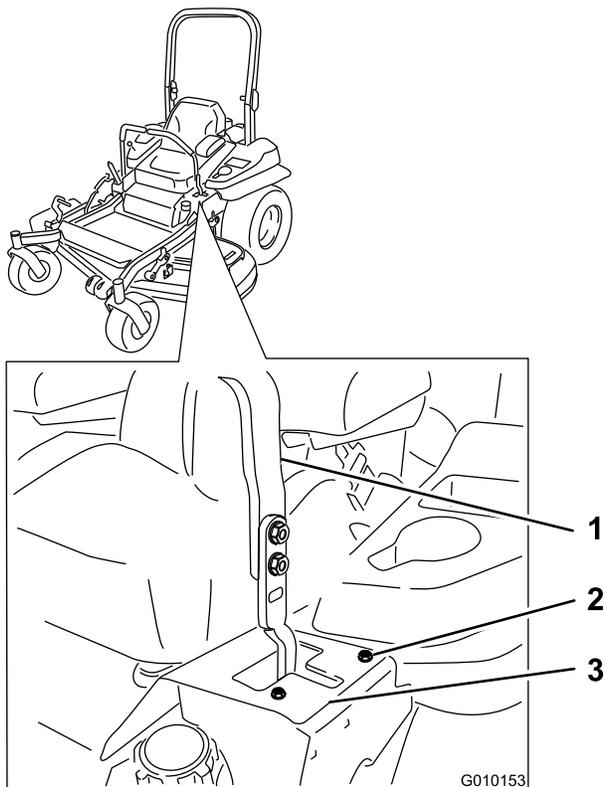

Figura 58
6. Si se desvía hacia la derecha, afloje los pernos y ajuste la chapa del tope izquierdo hacia atrás en la ranura en T de la izquierda hasta que la máquina avance en línea recta (Figura 58).
7. Si se desvía hacia la izquierda, afloje los pernos y ajuste la chapa del tope derecho hacia atrás en la ranura en T de la derecha hasta que la máquina avance en línea recta (Figura 58).
8. Apriete la chapa del tope (Figura 58).